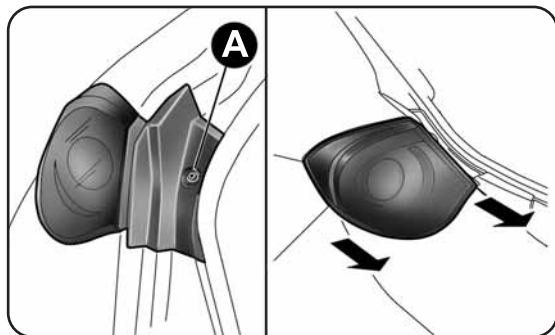

fig. 135
- ouvrir le coffre et dévisser la vis A-fig. 135 de fixation du groupe optique AR ;
- déposer le groupe optique en l'extrayant avec les deux mains dans le sens indiqué par la flèche (voir fig. 135) ;